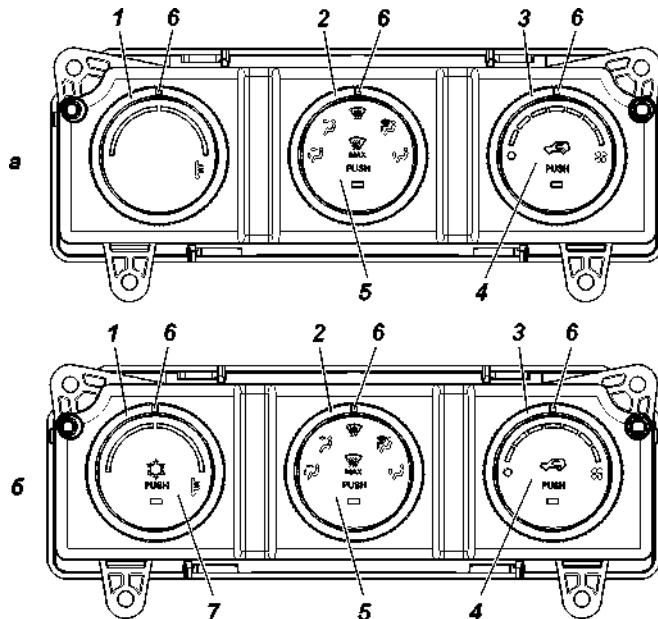

Рис. 3.25. Пульт управления отопителем:
Отопление, вентиляция и кондиционирование салона управляются пультами (рис. 3.25 а,б), которые являются основными устройствами управления.
### Панель управления (рис. 3.25)
**2 -поворотный переключатель распределения потоков воздуха (рис. 3.25 а, б).**
**4 -кнопочный переключатель режима «приточный воздух-рециркуляция»** (рис. 3.25) со световым индикатором.
**5 -кнопочный переключатель интенсивного обогрева ветрового стекла.** Переводит поток воздуха на ветровое стекло. При повторном нажатии на кнопку поток воздуха распределяется в соответствии с положением поворотного переключателя 2 (рис. 3.25 а,б).
**7 -кнопочный переключатель режима кондиционирования** (рис. 3.25 б) со световым индикатором.
Приточная вентиляция салона осуществляется по тем же каналам, при крайнем левом положении переключателя 1 (рис. 3.25). Вытяжная вентиляция осуществляется за счет отверстий в задней обивке, через решетку с клапанами на боковинах кабины и через опущенные стекла дверей.
#### Режимы работы пульта (рис. 3.25)
При вращении переключателя вентилятора 3 (рис. 3.25) в пределах делений 1 и 8, система включается на ручную регулировку, и скорость вентилятора повышается на одно деление вверх и вниз в пределах делений.
В этом режиме пульт переводит заслонку воздухораспределения в положение «На стекло», заслонку подмешивания в положение, соответствующее 8-мой позиции переключателя 1 (рис. 3.25). Вращение вентилятора при этом происходит со скоростью, соответствующей 7-мой позиции
Включение кондиционера производится нажатием кнопки 7 (рис. 3.25 б).
Для более эффективного охлаждения, кнопкой 4 (рис. 3.25) включается режим рециркуляции (забор воздуха будет осуществляться из салона автомобиля).
**ВНИМАНИЕ!** При длительной работе кондиционера на холостом ходу двигателя и при движении в тяжелых условиях с нагрузкой на двигатель близкой к максимальной, с целью исключения перегрева двигателя, возможны автоматические отключения компрессора кондиционера со снижением эффективности охлаждения салона. Для повышения эффективности работы кондиционера при данных условиях эксплуатации, рекомендуется увеличить скорость вращения вентилятора климатической установки поворотом переключателя 3 (рис. 3.25) и включить режим «рециркуляции воздуха» на не продолжительное время 5-10 минут.